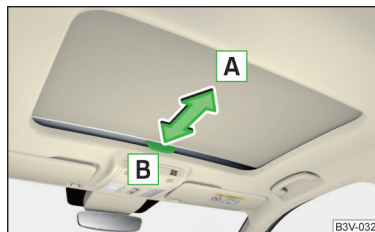

Fig. 64
- Pentru **deschidere**, trageți mânerul în sensul săgeții » **fig. 64.**